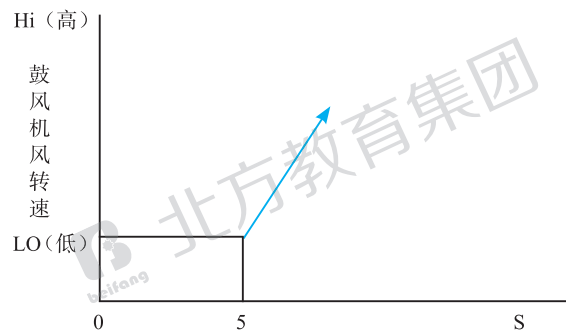

图 4 温度低于 30℃ 时的时滞控制过程
②当冷却装置内的温度低于 30℃ 以下时：压缩机接通后，时滞控制鼓风机先以低速运转约 5s。如图 4 所示。